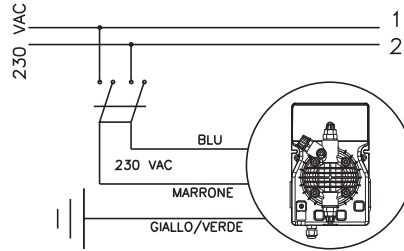

Fig. 4
1. Asegurarse que la misma esté desactivada eléctricamente (por ambas polaridades), desconectando los conductores de los puntos de contacto de la red a través de la apertura del interruptor omnipolar con una distancia mínima entre los contactos de 3 mm (Fig. 4).
- b. - Respetar las normas en vigor en los diferentes países por lo que se refiere a la instalación eléctrica (Fig. 4). **Si el cable de alimentación no está dotado de enchufe eléctrico, el equipo debe quedar conectado con la red de alimentación utilizando un interruptor onnipolar seccionador que tenga una distancia mínima entre los contactos de 3 mm. antes de tener acceso a los dispositivos de conexión todos los circuitos deben estar interrumpidos.**
- a. Asegúrese de que esté desactivada eléctricamente (ambas polaridades) desconectando los conductores de los puntos de contacto de la red con el interruptor omnipolar de distancia mínima entre contactos de 3 mm. (Fig. 4).